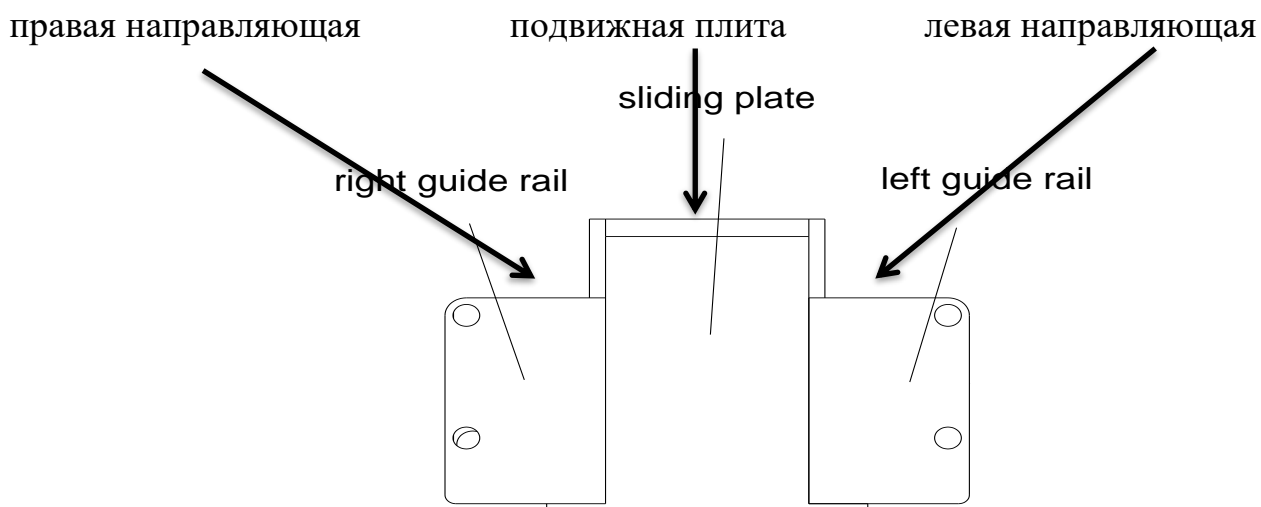
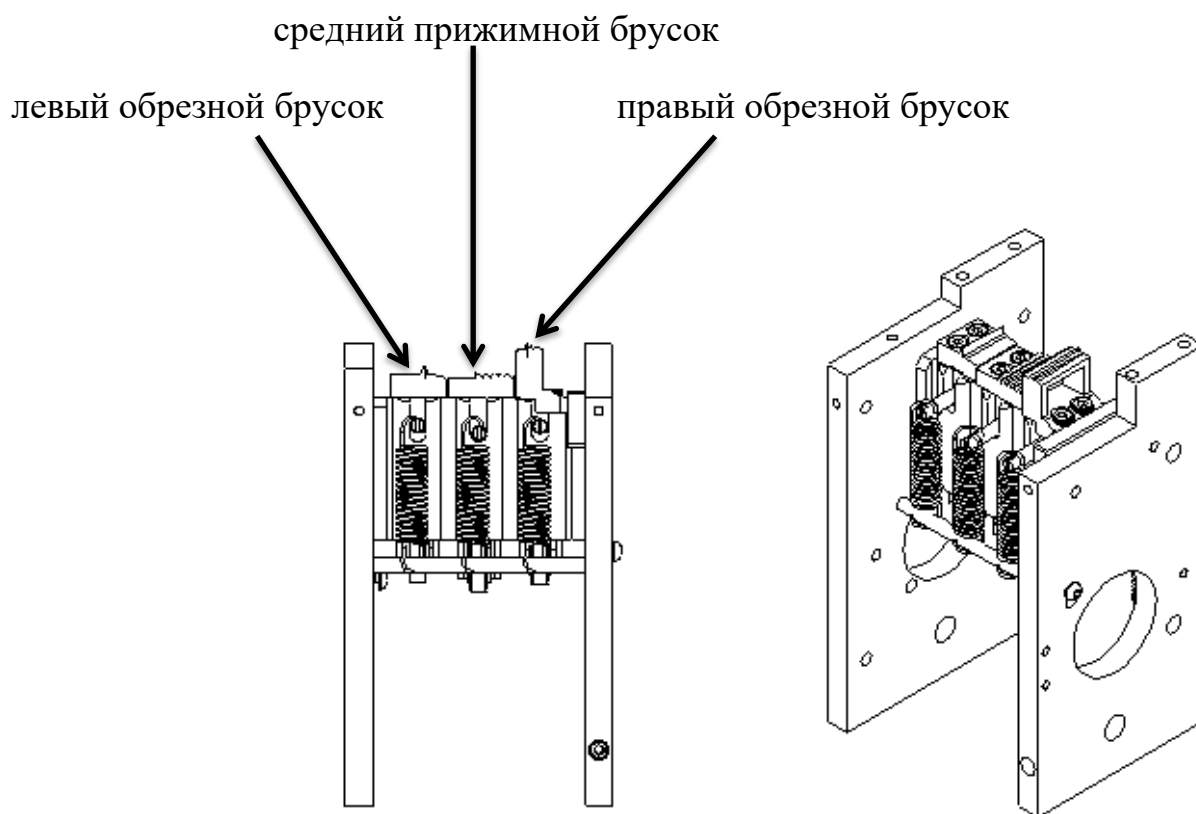

Рис. 3-4
Рис. 3-5
- Основные узлы, обозначенные на Рис. 3-4 / 3-5, должны постоянно находиться смазанными;
1. Подвижная плита (Рис. 3-4), левый обрезной брусок, средний прижимной брусок и правый обрезной брусок (Рис. 3-5) должны быть смазаны машинным маслом. Это **ОБЯЗАТЕЛЬНО !!!**
Подвижная плита (Рис. 3-4) находится между левой и правой направляющей. Плита должна четко располагаться в пазах между направляющими. Пазы должны быть всегда очищены и смазаны машинным маслом, чтобы обеспечить беспрепятственное гладкое скольжение плиты. Для обеспечения этого процесса необходимо:
Е – Вручную подвигайте плиту скольжения вперед/назад, чтобы удостовериться в том, что она стоит на месте; при необходимости произведите регулировку левой или правой направляющей (Рис. 3-4) для обеспечения свободного скольжения плиты;
Обрезные и прижимной бруски (Рис. 3-5) – одни из основных элементов обвязочной головки стреппинг-машины. Бруски двигаются вверх/вниз в специальной колодке. Движение брусков должно быть гладким и беспрепятственным. Бруски должны быть подвержены регулярной чистке и смазке. Это достигается следующим методом: